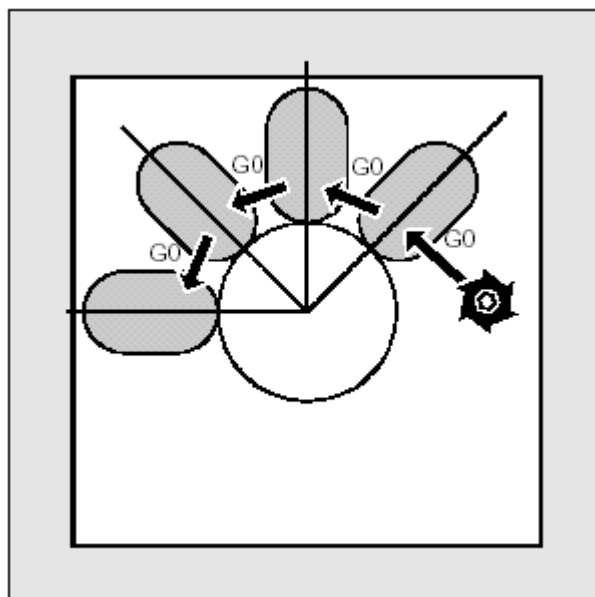

Рисунок 9-43
- Движение к позиции, указанной на рис. 9-43, с функцией G0 к началу цикла.